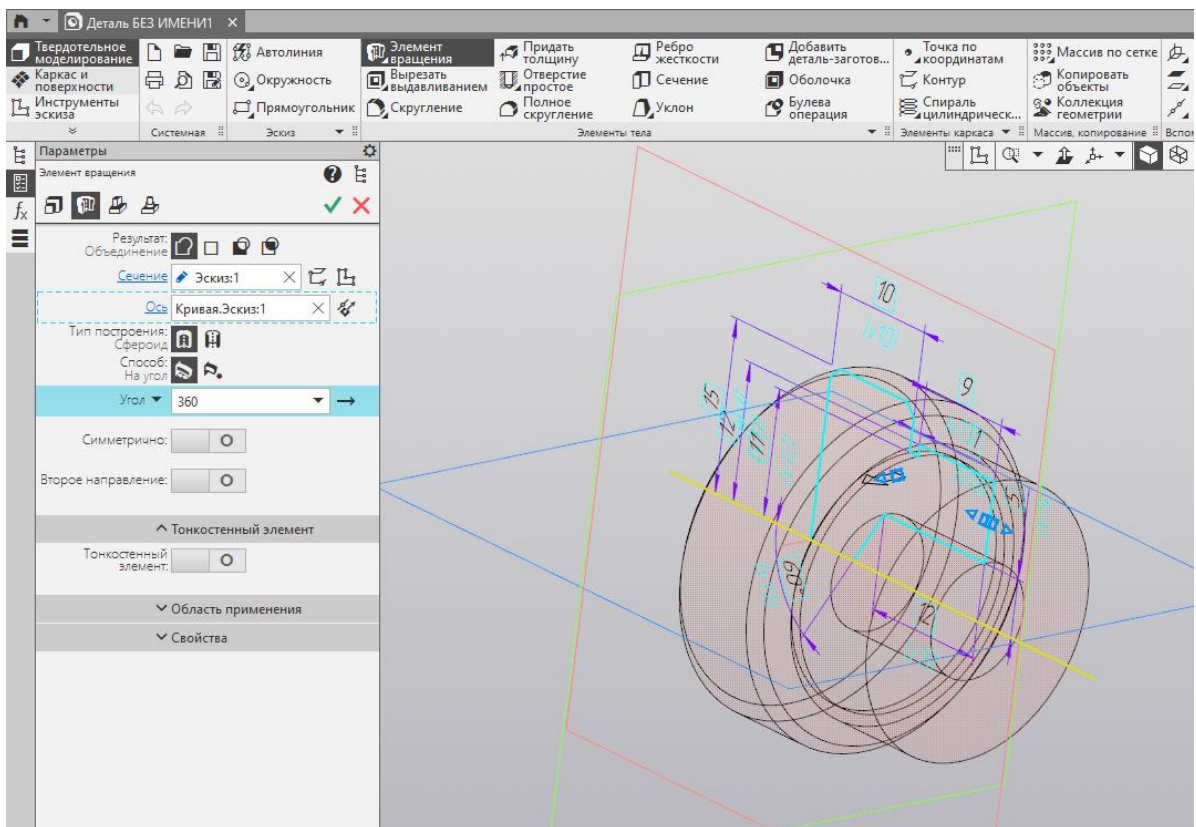
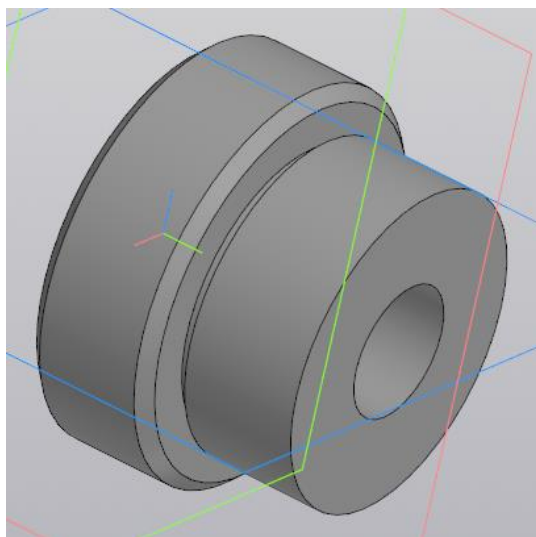

Рисунок 3 – Настройка параметров элемента вращения
Рисунок 4 – Результат построения модели с помощью элемента вращения
1.2 Выберите команду «Элемент вращения»  и убедитесь, что ваш эскиз автоматически выделился, а в окне с параметрами (рис. 3) выбран тип построения «Сфероид» и способ «На угол». Автоматически построится фигура по профилю в виде вала относительно горизонтальной оси. Нажмите зеленую галочку в верху окна с параметрами. Результат выдавливания показан на рис. 4.